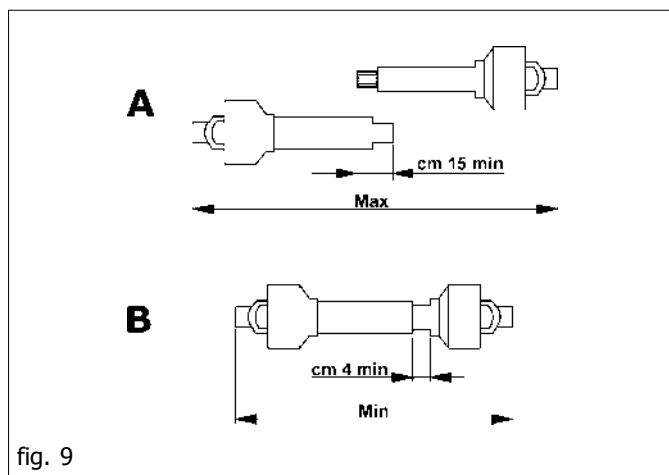

fig. 9
- Quando l'albero cardanico è sfilato al massimo, i due tubi devono sovrapporsi per almeno 15 centimetri (A fig. 9).
- Quando esso è inserito al massimo, il gioco minimo deve essere di 4 centimetri (B fig. 9).